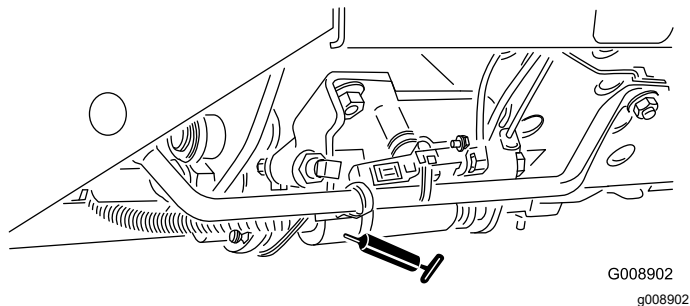

Figura 53
- Patilha Corte/Transporte (Figura 53)